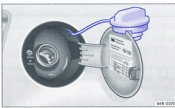

Fig. 123 Trappe à carburant ouverte avec bouchon de réservoir accroché
- Dévissez le bouchon de réservoir en tournant vers la gauche et accrochez-le au-dessus de la trappe à carburant ⇒ fig. 123.